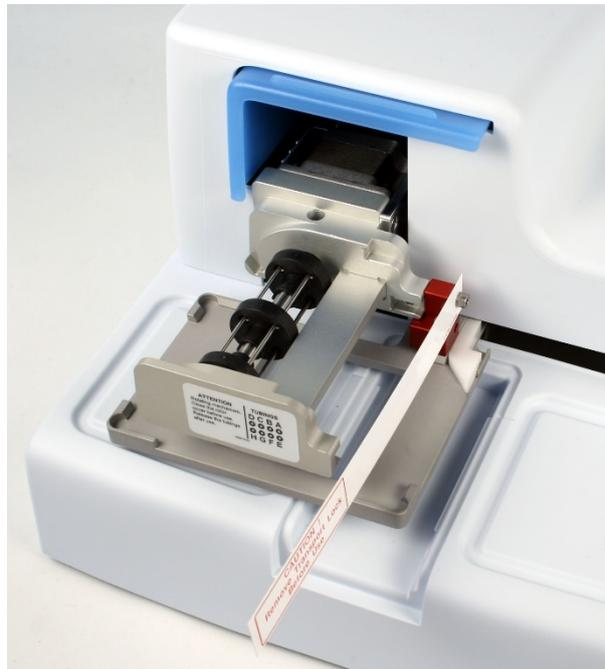

Abbildung 3–5. Transportsicherung und Transportsicherungsanhänger bei Anlieferung
1. Lösen Sie die beiden mit 1 und 2 gekennzeichneten Schrauben der Transportsicherung mit dem mitgelieferten Sechskantschraubendreher (Abbildung 3–6), sodass sich der Schienenmechanismus lockert.